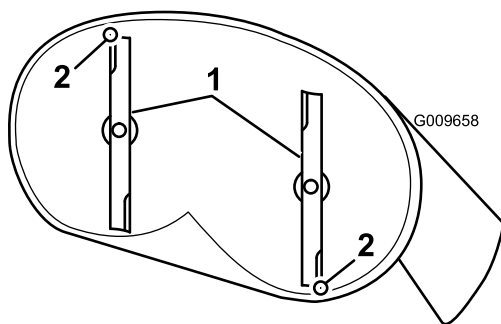

Figura 50
- Girate con cautela le lame in modo che siano disposte longitudinalmente (Figura 50).
5. Misurate il valore dalla punta della lama anteriore e dalla punta della lama posteriore alla superficie piana (Figura 50). Se la punta della lama anteriore non è inferiore alla punta della lama posteriore di 1,6–7,9 mm, regolate il dado di bloccaggio anteriore.
più bassa di 1,6–7,9 mm rispetto a quella posteriore (Figura 50).